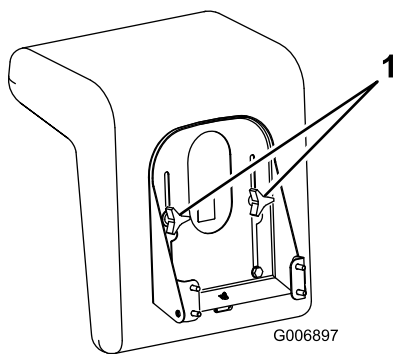

Figura 7
1. Suba el asiento y afloje los pomos de ajuste (Figura 7).